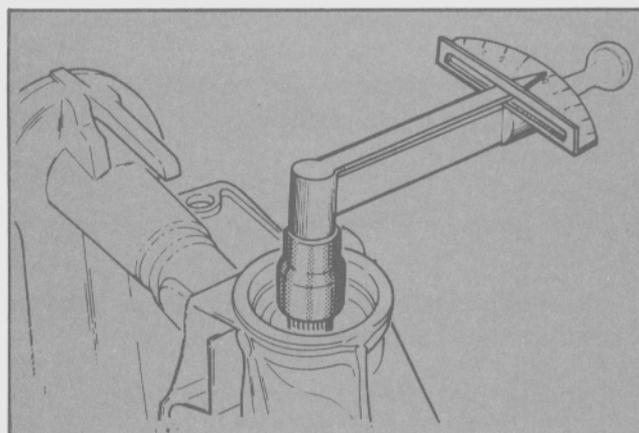

Fig. 35 - Control del torque de giro del piñón
- Entre las operaciones de apriete de la tuerca, controlar el torque de giro del piñón con la llave dinamo-métrica de aguja (Fig. 35), empleando la herramienta especial T84G-4625-BAS Detalle 1.